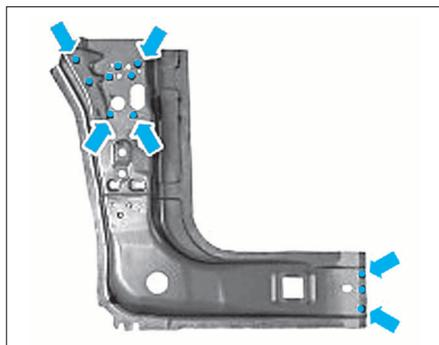
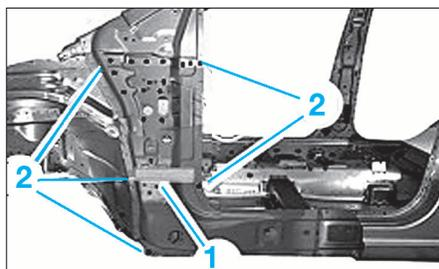

FIG. 32
FIG. 33
- Percer le renfort de pied avant avec un foret Ø 10 mm aux endroits prévus (Fig.32) afin de l'assembler par bouchonnage.
- Appliquer de la colle à pare-brise sur l'insonorisant et le coller (1) (Fig.33).
- Souder le renfort de pied avant en bouchonnant les trous effectués (Fig.32) et par résistance par points (2) (Fig.33).